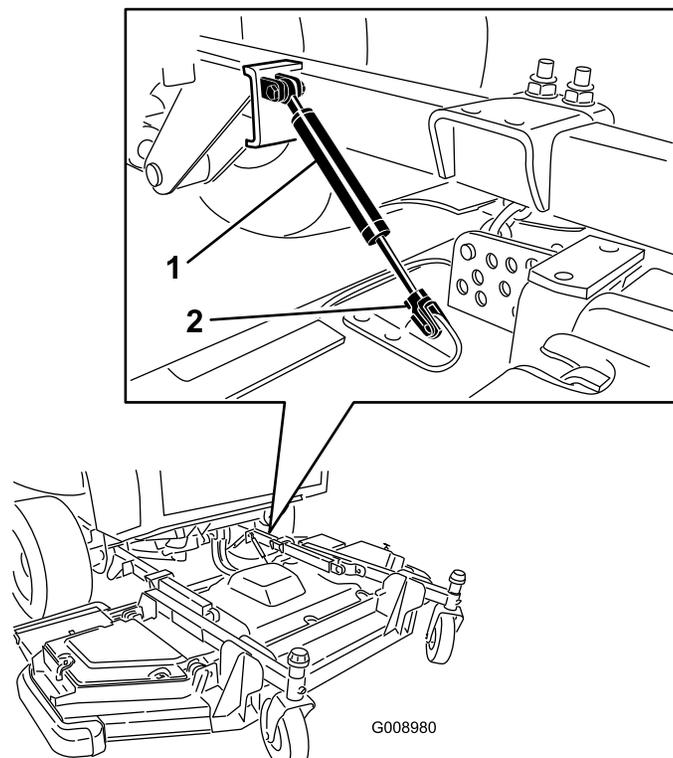

Рисунок 123
3. Снимите стопорное кольцо и отсоедините узел амортизатора от деки газонокосилки (Рисунок 123).